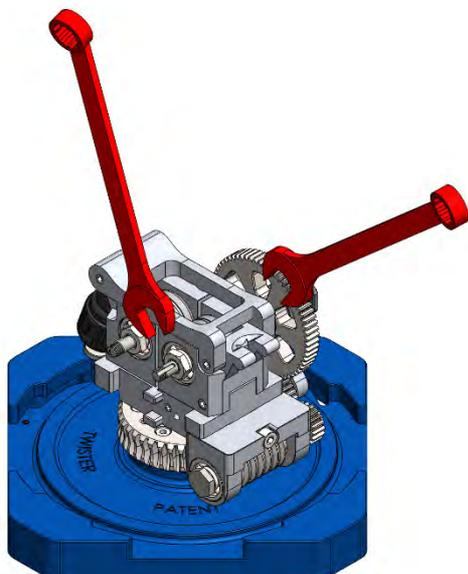

Figure 45
2. À l'aide de deux clés plates de 13 [mm], dévisser l'écrou M10 placé sur l'arbre du galet premier comme indiqué sur la figure. figures 45 et 46 ;